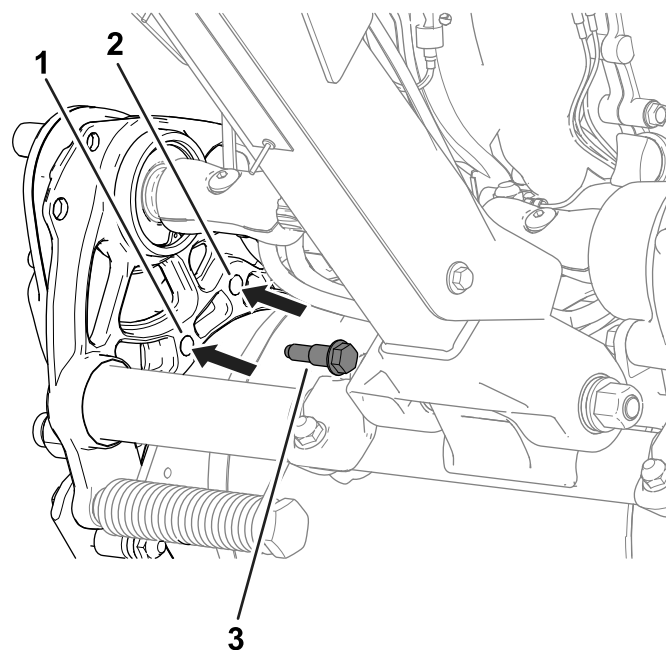

Figura 18
4. Utilice los pernos de cuello largo que retiró anteriormente para fijar la carcasa de la transmisión al chasis (Figura 18).
2. Retire los pernos de cuello largo (Figura 18) a cada lado de la máquina que fijan la carcasa de la transmisión de tambor al chasis.